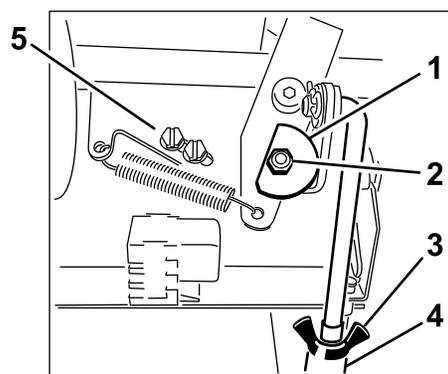

Figura 42
2. Afloje la tuerca y el perno que sujetan la leva (Figura 42).